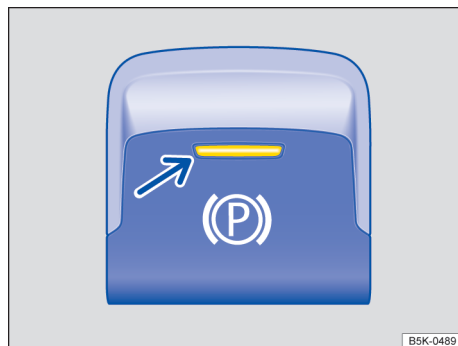

Fig. 149 No console central: botão do freio de estacionamento eletrônico.
- Se a luz de controle no botão → Fig. 149 (seta) e a luz de controle *vermelha* no display do instrumento combinado se acenderem, o freio de estacionamento eletrônico está ligado.
- A luz de controle do botão → Fig. 149 e a luz de controle *vermelha* no display do instrumento combinado se apagam.